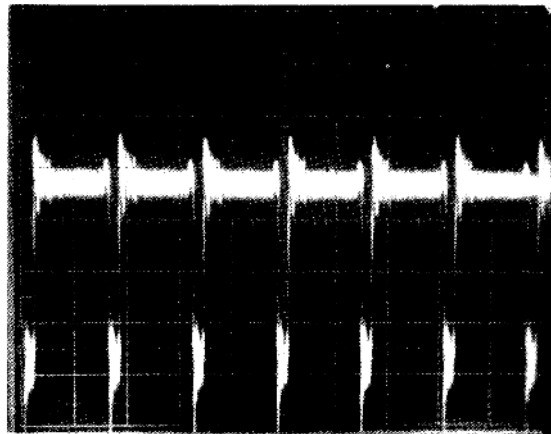

Figure 3.3.4-1 Broche 15
5. Si les tensions +5V et +12V sont bonnes et que la carte est toujours morte, vérifiez la broche 15 du CI 74166 en C4. L'impulsion doit être comme dans la Figure 3.3.4-1. S'il s'agit simplement d'un niveau haut, vérifiez la section de l'horloge. Le test de la section de l'horloge est donné en Annexe.
- 4) Vérifiez la broche 15 du registre à décalage CI 74166. L'impulsion doit être comme dans la Figure 3.3.4-1. Si cela est bon, passez à l'étape 7. S'il s'agit juste d'un niveau haut, vérifiez toute la section de l'horloge pour les conditions énumérées ci-dessous.